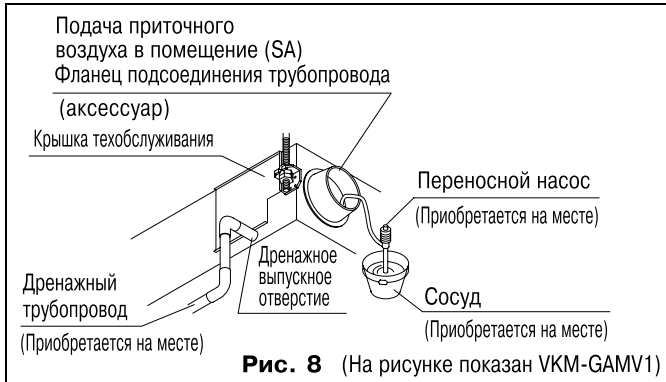

Рис. 8 (На рисунке показан VKM-GAMV1)
(2) По окончании работы с трубопроводом проконтролируйте равномерность дренажных потоков.
- Проверьте дренаж, залив около 1000 куб. см воды в дренажный поддон через смотровое отверстие, сняв крышку техобслуживания (10 винтов), или через соединение выпускного трубопровода подачи воздуха в помещение (SA). (См. рис. 8)